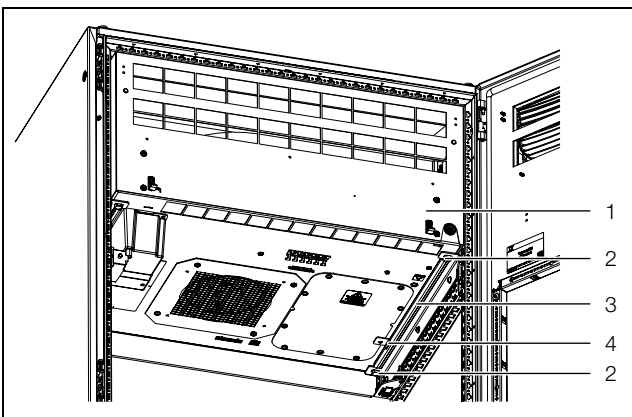

Abb. 27: Befestigung Kühlgerät
- Lösen Sie jeweils links und rechts zwei Befestigungsschrauben (Abb. 27, Pos. 2), mit denen das Kühlgerät auf den Tragschienen befestigt ist.